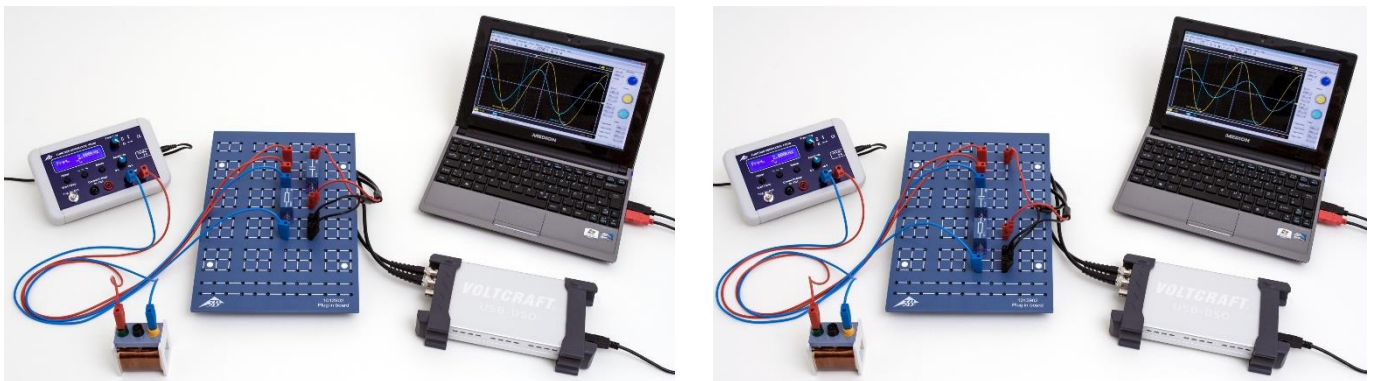
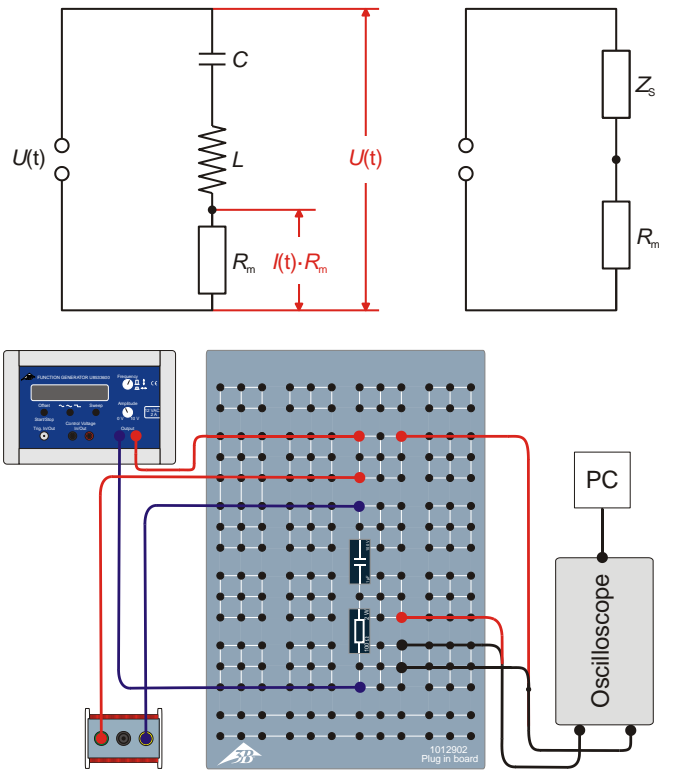
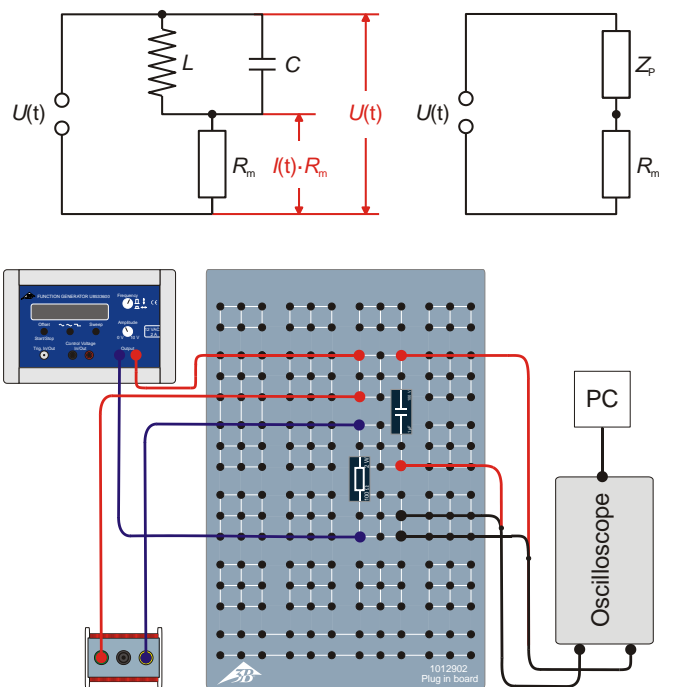

Fig. 1: Dispositif de mesure pour un circuit en série (droite) et pour un circuit en parallèle (gauche).
Fig. 2: Schéma de couplage (en haut à gauche), schéma équivalent (en haut à droite) et schéma du montage (en bas) pour le circuit série.
Fig. 3: Schéma de couplage (en haut à gauche), schéma équivalent (en haut à droite) et schéma du montage (en bas) pour le circuit parallèle.
Au cours de l'expérience, des circuits oscillants sont montés en circuits série ou parallèles de capacité et d'inductance. Un générateur de fonctions sert de source de tension avec une fréquence et une amplitude réglables. Un oscilloscope permet de mesurer le courant et la tension en fonction de la fréquence réglée. La tension  $U$  et le courant  $I$  sont représentés sur un oscilloscope,  $I$  étant la chute de tension  $U_m(t)$  sur une résistance de travail  $R_m$  (Fig. 2, 3).
- Réaliser l'agencement de mesure pour le circuit série (Fig. 1, à droite) conformément au schéma de couplage (Fig. 2) avec  $R_m=10 \Omega$ ,  $C=1 \mu F$  et la bobine avec  $N=1200$  spires /  $L=23,0$  mH.
- Réaliser l'agencement de mesure pour le circuit parallèle (Fig. 1, à gauche) conformément au schéma de couplage (Fig. 3) avec  $R_m = 10 \Omega$ ,  $C = 1 \mu\text{F}$  et la bobine avec  $N = 1200$  spires /  $L = 23,0 \text{ mH}$ .
- Réaliser l'agencement de mesure pour le circuit série (Fig. 1, à droite) conformément au schéma de couplage (Fig. 2) avec  $R_m = 10 \Omega$ ,  $C = 1 \mu\text{F}$  et la bobine avec  $N = 1200$  spires /  $L = 23,0 \text{ mH}$ .